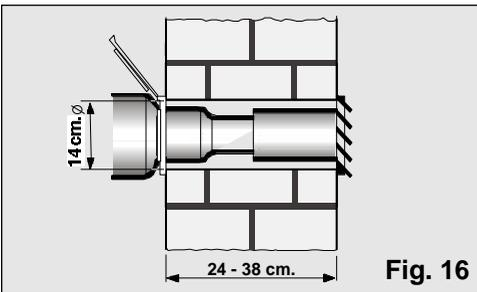

Fig. 16
- Para expulsar el aire caliente a través de la pared se necesita practicar un orificio de 14 cm. de diámetro en la misma para colocar el pasamuros, **Fig. 16**.